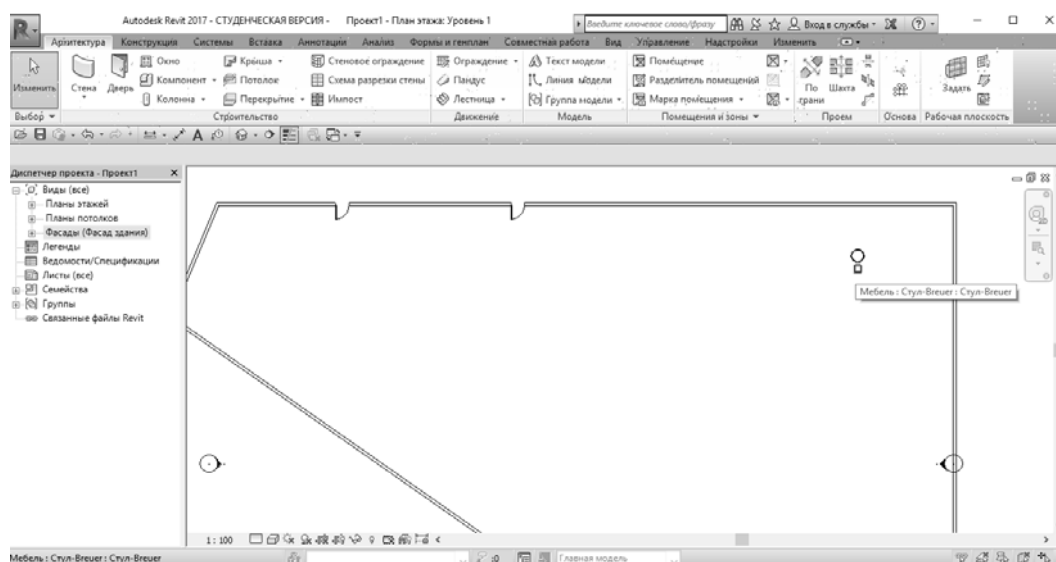

Рис. 3.3. Размещение компонента
2. Также мы можем загружать следующим образом непосредственно со вкладки **Архитектура**→ **Компонент**→ **Разместить компонент**→ **Загрузить семейство** в открывшемся окне нажимаем **Мебель** → **Сиденье** → **Стул-Breuer** → **Открыть** (рис. 3.3).